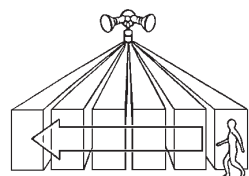

Fig. 1
- Coloque el portalámparas de manera que se mueva por toda la zona de detección (Fig. 1).